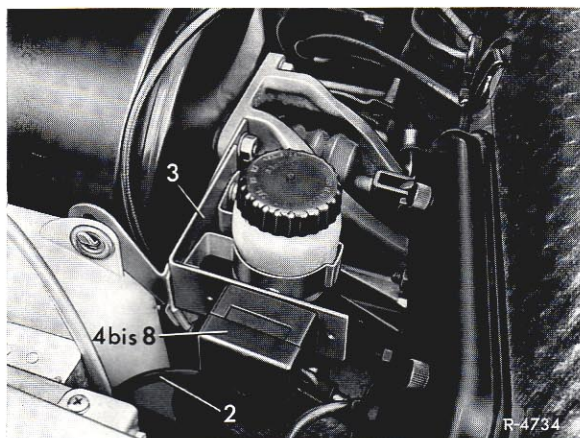

Bild 67-3/4
- 21. Zusatzleitungssatz (2) unter dem Teppichboden und entlang dem Hauptleitungssatz durch die Gummitülle in der Stirnwand links, in den Motorraum verlegen (Bild 67-3/1).
- 22. Sicherungsdose (4) an den Halter (3) mit den Linsenblechschrauben (6), Federringen (7) und Sechskantmutter (8) anschrauben.
- 23. Die beiden Sechskantmutter zur Befestigung des Vorratsbehälters für die Kupplungsbetätigung lösen und Halter (3) mit anschrauben (Bild 67-3/4).
- 24. Elektrische Leitungen 1 und 2 an der Zusatzsicherungsdose (4) anschließen und Schmelzeinsatz (5) einsetzen (Bild 67-3/4 und 9).